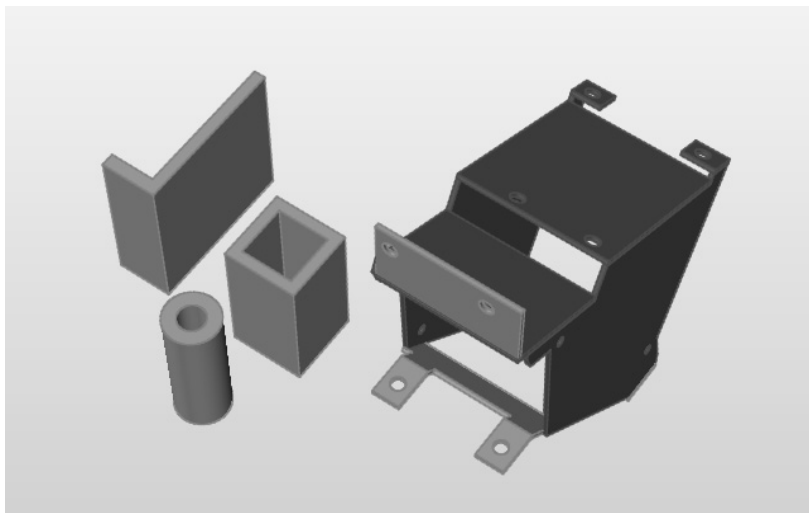

图 14-8
- 1) 打开安装目录中 Tutorials 文件夹中的 midsurface_examples.stmod 文件，如图 14-8 所示。该模型包含若干个满足应用中面要求的薄实体。